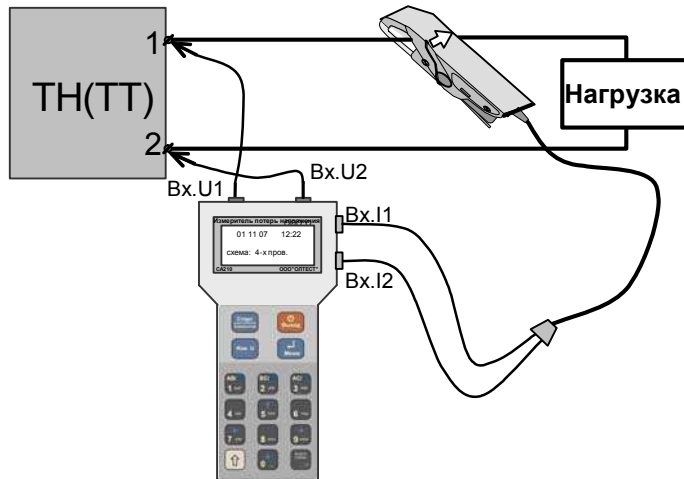

Рисунок 6.7. Подключение переносного блока Измерителя при измерении мощности нагрузки ТН(ТТ)
1) Установить программное обеспечение Измерителя на ПК, для чего запустить с инсталляционного диска файл "setup_CA210vx.xx.exe". На экране появится окно (рисунок 6.7). После установки щелкнуть по кнопке **Закреть**.